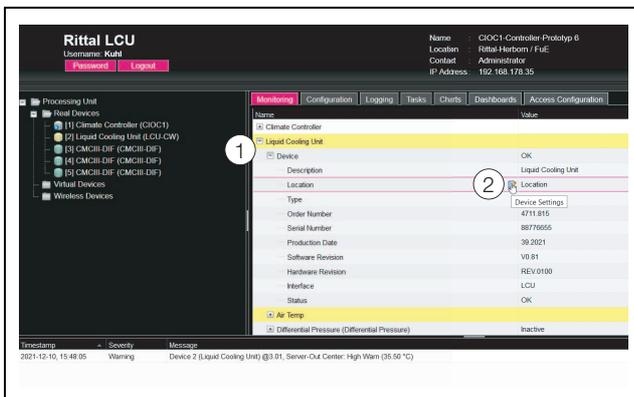

Abb. 35: Auswahl eines einzelnen Parameters
- Klappen Sie nacheinander die Einträge „Liquid Cooling Unit“ und „Device“ aus, indem Sie auf das „Plus“-Zeichen vor dem Eintrag klicken (Abb. 35, Pos. 1).
- Setzen Sie den Mauszeiger an das Ende der ersten Spalte in der Zeile „Location“ (Abb. 35, Pos. 2). Es erscheint ein „Edit“-Symbol und der Mauszeiger ändert sich in ein „Hand“-Symbol.